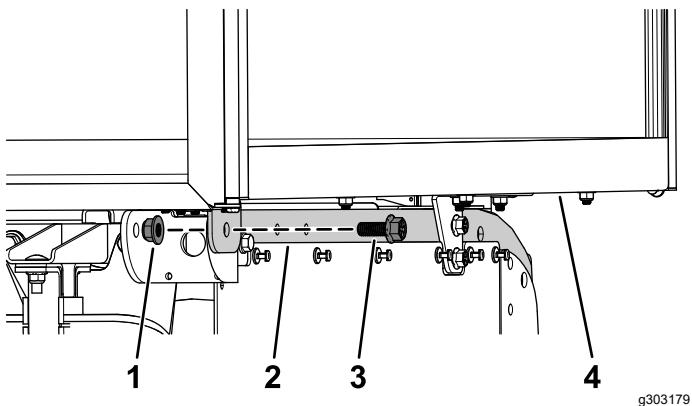

Рисунок 8
- Прикрепите заднюю часть технологического кузова-фургона к задней стороне труб рамы с помощью болта с фланцевой головкой ($\frac{1}{2} \times 1\frac{1}{4}$ дюйма) и фланцевой гайки ($\frac{1}{2}$ дюйма) на каждой стороне (Рисунок 8).